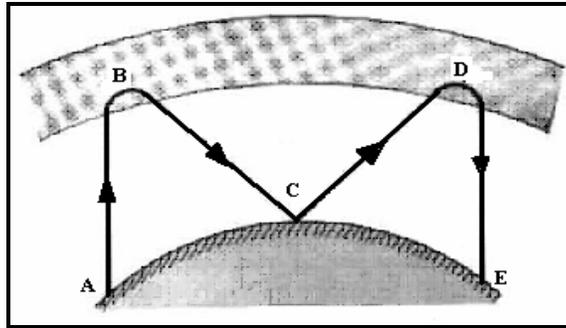

FIGURA 1.5.20 Reflexiones sucesivas de una onda ionosférica.
- **Cuando una onda que se refleja en la ionosfera tiene un ángulo de incidencia (θ_i) suficiente para volver a reflejarse en la superficie de la tierra, regresa a la ionosfera para llegar después a su destino. El problema de reflexiones sucesivas es la pérdida de potencia de la señal dada la absorción de la ionosfera y de la superficie de la tierra, por lo que entre menos reflexiones haya, habrá menos pérdidas en la potencia de la señal (figura 1.5.20).**